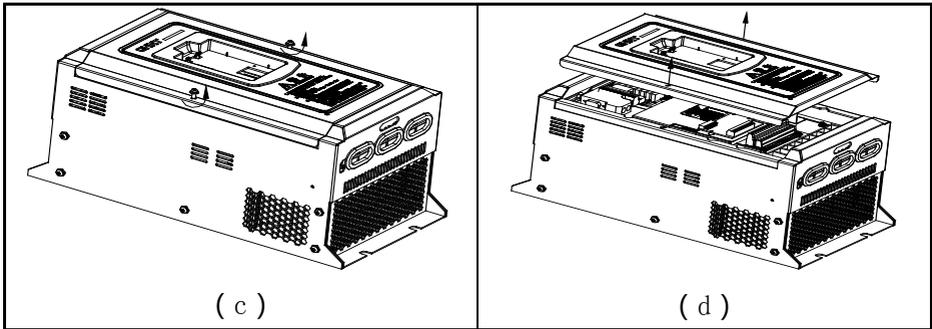

图 2.8 钣金壳体操作面板的拆卸和安装
将中指放在操作面板上方的手指插入孔，轻轻按住顶部弹片后往外拉，如图 2.8(a)所示；然后拔掉网线接头，将操作面板轻轻取出即可，如图 2.8 ( b ) 所示。
操作面板拆卸后，将上盖两边的螺钉按逆时针方向旋转，如图 2.8 ( c ) 所示。
拆下螺钉后，将上盖取下，如图 2.8 ( d ) 所示。
- 1) 如图 2.8 (d) 所示, 先将上盖按照图相反的方向卡到壳体上;
- 2) 如图 2.8 (c) 待上盖放置在壳体上之后, 将两边的松不脱螺钉顺时针方向拧紧即可。
- 1) 如图 2.8 (b) 所示, 将网线插头插入到操作面板上;
- 2) 如图 2.8 (a) 所示, 将操作盒斜着放到安装板上, 轻轻的往后推, 安装孔卡入到卡梁上后再将操作盒轻轻的往下压, 卡到位即可。